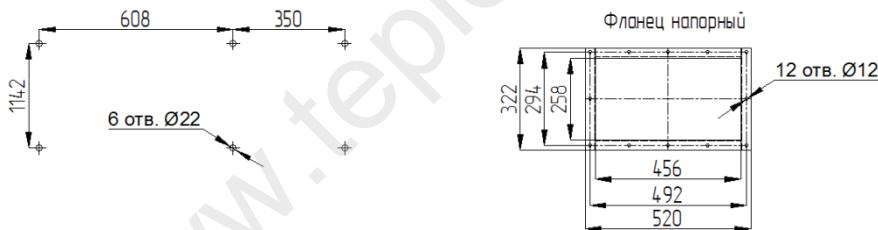

Рис. 4 – Вентилятор ВД-9 (1-корпус, 2-рама, 3-электродвигатель, 4-рабочее колесо, 5-аппарат шиберный, 6- привод шибера.
3.1 Вентилятор состоит из шести основных частей (рис. 4): корпуса, рамы, электродвигателя, рабочего колеса, шиберного аппарата, привода шибера (по заказу).